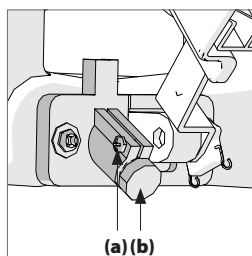

Fig. 6
- Desserrer la vis de serrage (**Fig. 6 a**)
- Tourner le module laser (**Fig. 6 b**) avec précaution jusqu'à ce que la ligne soit parallèle aux marquages sur le carton.